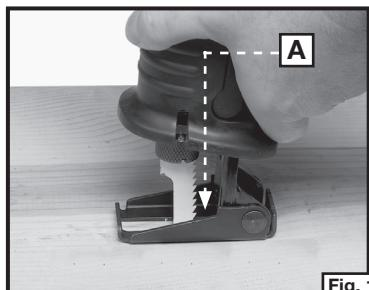
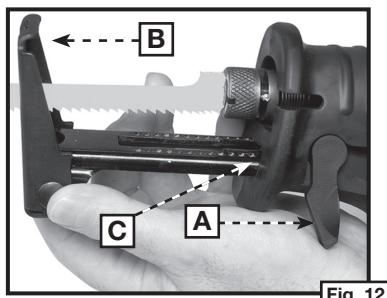

Fig. 11
Fig. 12
La Modelo 750 son suministrados con un cambio sin llaves de Quick-Change™ girando zapato de guía. La zapata (A) Fig. 11 sirve de apoyo durante los cortes. Su movimiento giratorio permite la inclinación gradual de la sierra hasta llegar a la posición perpendicular mientras se mueve hacia el operario.
Para ajustar, girar (A) Fig. 12 de palanca, liberar el girando zapato (B) de guía. Ajuste a la posición deseada y cierre palanca (A) Fig. 12. El Cambio sin llaves de Quick-Change™ girando zapato de guía se diseña con un labio (C) Fig. 11 levantado en el fin que previene el zapato de la guía de cerrar en la posición si se extiende fuera también lejos. Después que ajustar, se cerciora la palanca que cierra es encerrada completamente el (A) Fig. 12 cerrado de la posición.